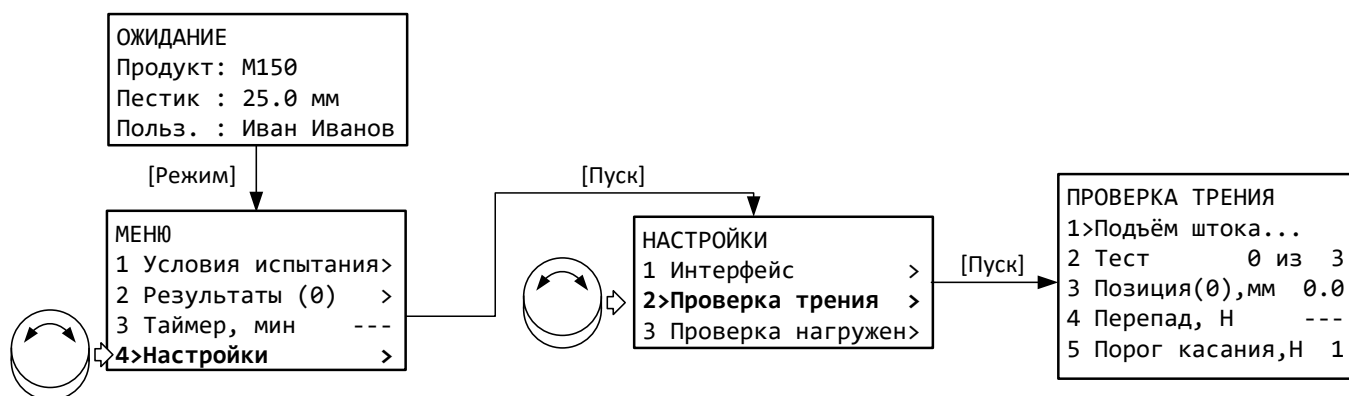

Рисунок 15 – Меню «Проверка трения»
5.4.1 Из окна ожидания перейти в меню «Проверка трения» (рисунок 15). Если при переходе в это меню давление в ресивере окажется малым, то аппарат начнет набор давления, а на дисплее будет отображено окно ожидания набора давления. По завершению набора давления меню откроется автоматически.